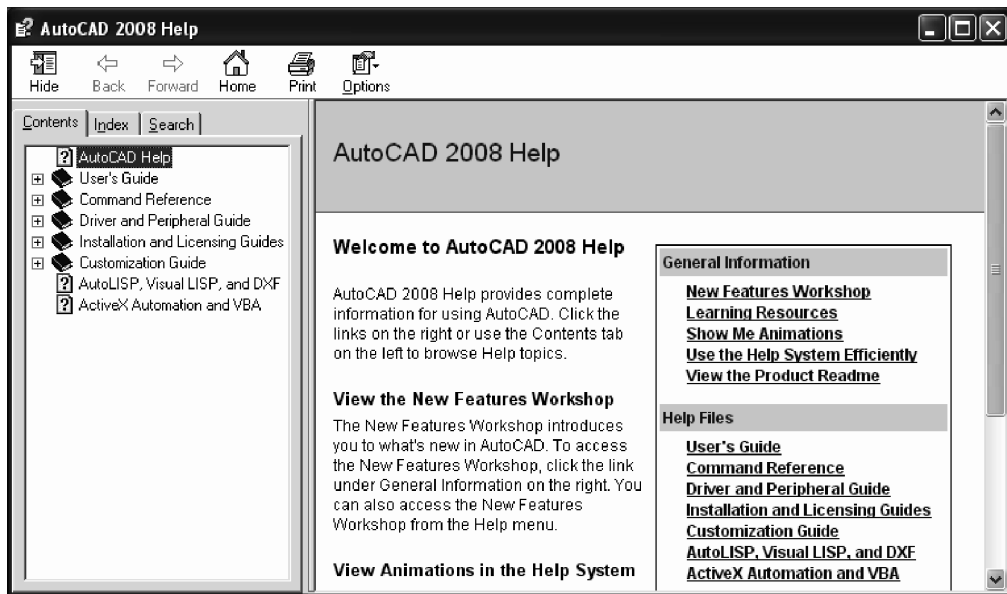

Fig. 3.18 Fereastra AutoCAD 2008 Help
- acționând tasta <F1> sau tastând **Help** sau ? la promptul „*Command:*“. Aceasta are ca efect activarea ferestrei **AutoCAD 2008 Help**, din care se pot extrage informațiile necesare – Fig. 3.18.